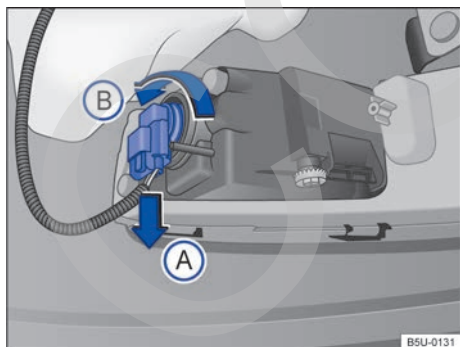

Fig. 170 Detrás del paragolpes delantero: acceso a la lámpara incandescente del faro de neblina.
2. Desenchufar el conector de alimentación de la lámpara → fig. 170 en el sentido de la flecha A, presionar, al mismo tiempo, la traba de fijación del conector.
3. Gire el portalámpara → fig. 170, en sentido antihorario de la flecha B, y desenchácelo del alojamiento.